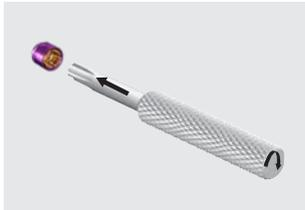

Fig. 6
**Dalbo®-PLUS e Dalbo®-PLUS elliptic:** Per l'attivazione, la disattivazione ed il disinserimento della guaina di ritenzione a lamelle è necessario usare l'apposito cacciavite/attivatore (Fig. 6). Inserire lo strumento a quattro lamelle nella sua posizione spingendolo a fine corsa sulla guaina di ritenzione a lamelle. La ritenzione viene impostata con la rotazione in senso orario per aumentare, rispettivamente in senso antiorario per diminuire i valori.